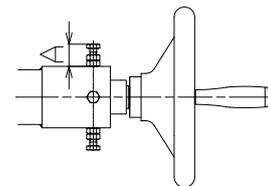

図6.A寸法
3. 組付後、A寸法が20.5mm以下であることを必ず確認してください。（図6参照）